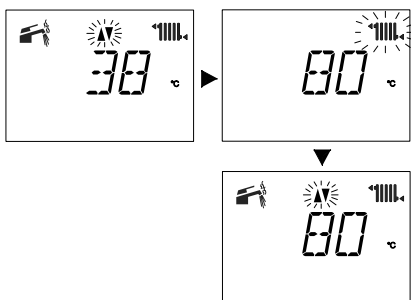

Figura 2.9 LCD Max. Riscaldamento
- con regolazione temperatura mandata riscaldamento massima **Figura 2.9**